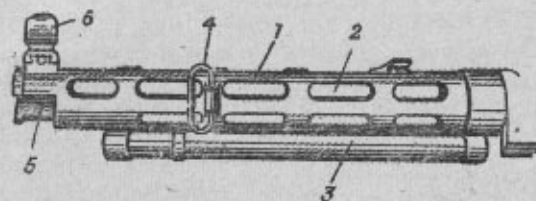

Рис. 5. Кожух:
8. Кожух (рис. 5) предохраняет ствол от ударов, а стрелка — от ожогов при стрельбе. Он состоит из двух соединенных между собой труб: верхней — для помещения ствола и нижней — для помещения газового поршня и возвратной пружины.